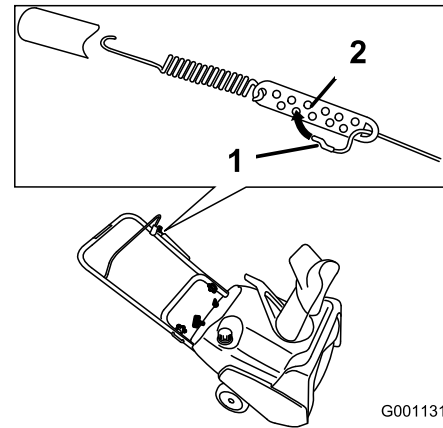

Bild 24
2. Setzen Sie die Z-Befestigung in ein höheres oder niedrigeres Loch, um den Abstand von 2 bis 3 mm zwischen dem Schaltbügel und dem Griff zu erhalten (Bild 24).